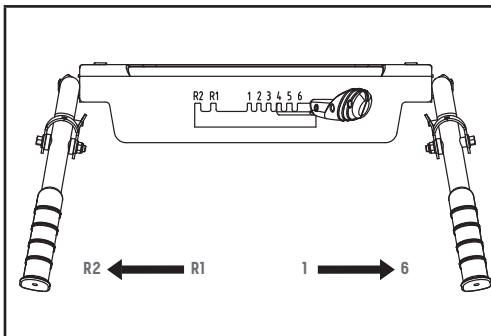

Figure 13
2. Mettez le levier de commande de la vitesse sur la vitesse (marche avant ou marche arrière) que vous voulez (figure 13).